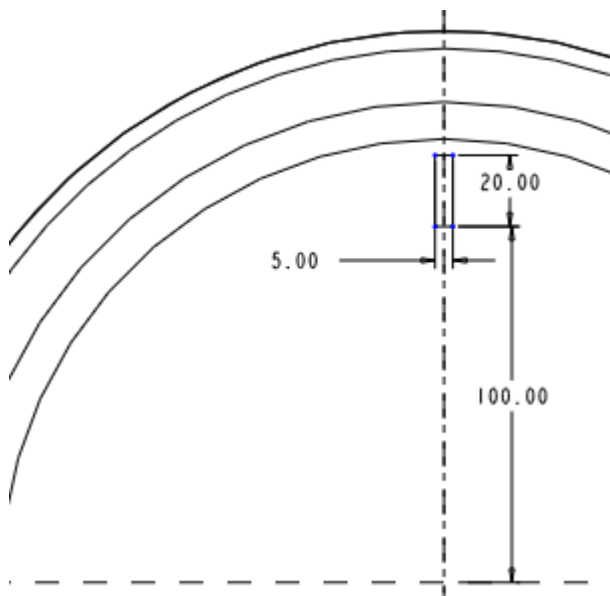

图 59-14
(3) 单击【剖面】对话框中的【草绘】按钮，进入草绘工作环境。
(4) 绘制如图 59-14 所示的一个 20×5 的矩形，单击  按钮，完成拉伸截面的绘制。